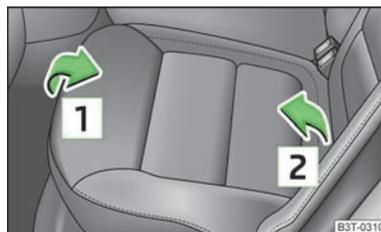

Fig. 62
- Sollevare il cuscino nel senso della freccia [1] e » fig. 62 ribaltarla in avanti nella direzione della freccia [2].